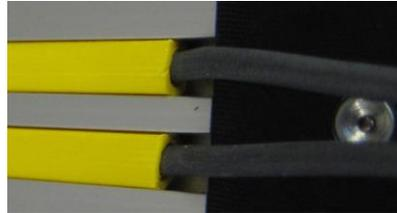

Abbildung 12: Nuten für Initiatoren, Detail
- ◆ Zur Fixierung der Initiator-Kabel können Sie die zu Beginn demontierten Abdeckbänder verwenden. Schneiden Sie dazu die Bänder auf die gewünschten Längen zu. Hierzu kann eine Schere verwendet werden. An der Stelle, wo die Kabel ausgeführt werden, kürzen Sie das jeweilige Band 5 bis 10 mm zusätzlich (siehe Abbildung 12).